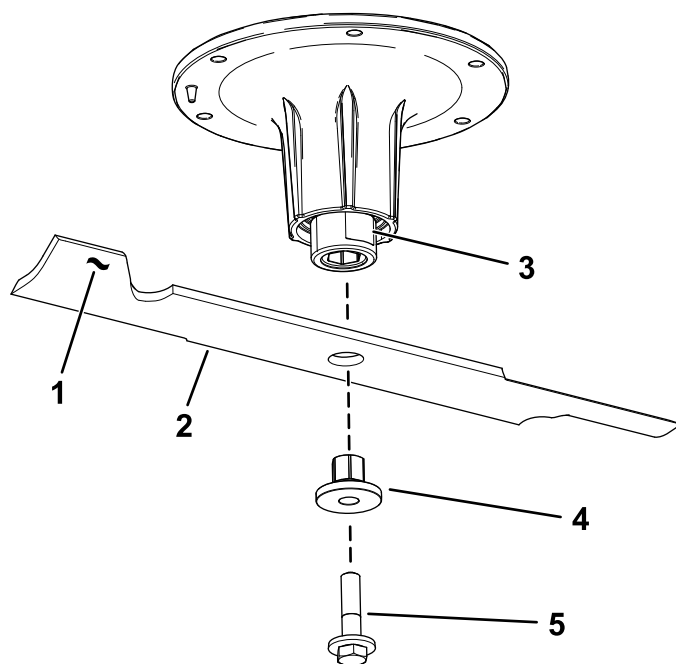

Figure 76
- Retirez le boulon, la douille et la lame de l'axe de pivot (Figure 76).